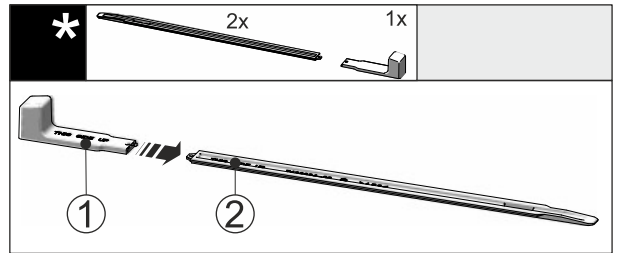

Fig. 43
- ▶ Вставте монтажну ручку Fig. 43 (1) на вирівнювальну рейку Fig. 43 (2).